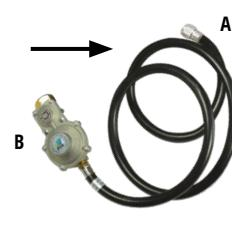

Fig. 1
- 7 Raccordez le tuyau à la bouteille de gaz du côté où se trouve le manodétendeur (le côté B est connecté à la bouteille comme sur figure 1).